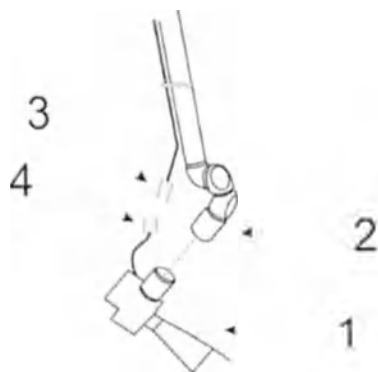

Рис. 25. Подключение наконечника сканирующего.
- Подключите удлинительный провод манипулятора к сканирующему наконечнику (указатели 3-4 на рис. 25).
- Навинтите наконечник сканирующий (указатель 1 рис. 25) на торец манипулятора (указатель 2 рис. 25).